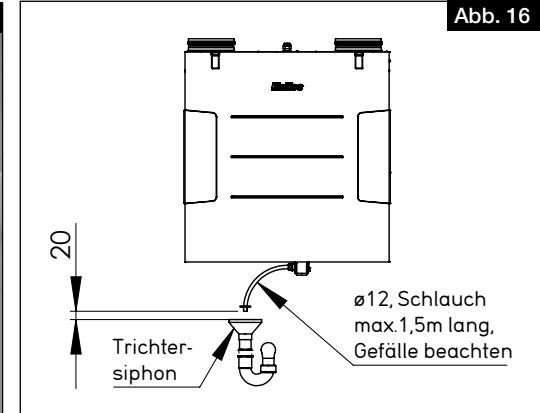

Abb. 16
- > Der Kondensatschlauch muss 20 mm über dem offenen Abfluss bzw. möglichen Wasserstand enden (s. Abb. 16).
- > Der vom Kugelsiphon abgehende Kondensatschlauch muss mit einem Gefälle nach unten, frei abtropfend in einen Trichtersiphon abgeleitet werden und darf nicht in ein geschlossenes System geführt werden (s. Abb. 16).